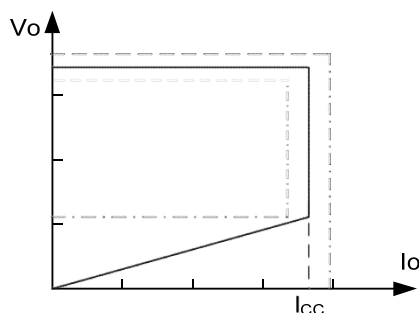

图.1.典型 CC/CV 曲线
M5832A 是一款高精度、低成本的 LED 驱动控制器，应用于反激隔离 LED 照明。采用原边反馈控制技术，无需 TL431 和光耦等二次侧元器件，其内置专利的恒压 (CV) 恒流 (CC) 控制技术 (如图 1 所示)，可以实现高精度的 LED 恒流输出特性。